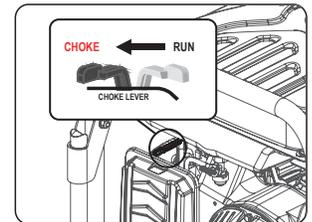

Fig 13
- Deslice la palanca del estrangulador a la posición "Choke". (vea Fig. 13) **NO HAGA ESTO SI EL MOTOR ESTÁ CALIENTE.**